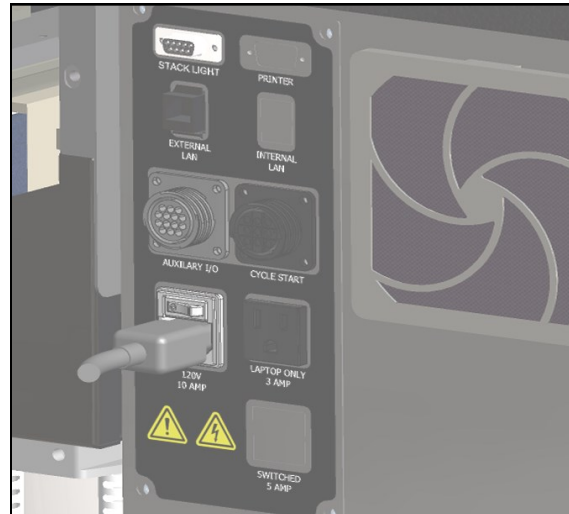

Abb. 2-1A. Elektrische Anschlüsse.*
4. Stecken Sie das buchsenförmige Ende des mitgelieferten Netzkabels auf der Rückseite der Maschine ein, **Abb. 2-1A.**
Die **Sharp MAX™** hat einen Filter/Regler, der mit einem Schnellstecker mit 1/4"-Standard-Rohrgewinde (NPT) ausgestattet ist (Abb. 2-1A). Die Maschine benötigt 100 PSI (geregelt auf 80 PSI) ölfreie, saubere, trockene Luft bei 5 SCFM. Schließen Sie die Luftzuleitung mit einer MIL-C-4109E oder einer entsprechenden Schnellkupplung an die Maschine an.